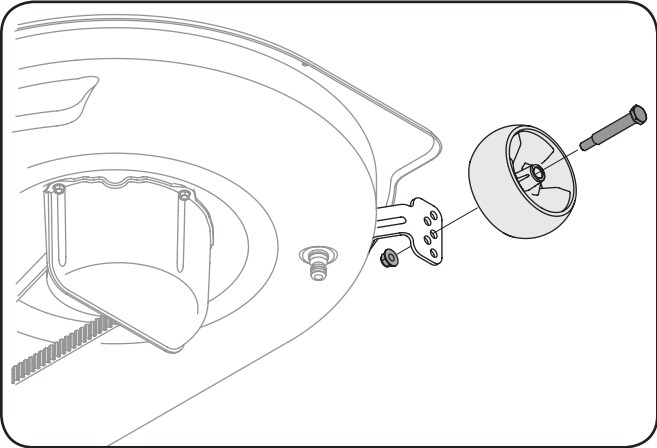

Figure 3-3
- b. Démontez les roues de guidage avant et arrière en enlevant les écrous de blocage et les vis à épaulement qui les retiennent sur le plateau de coupe. Voir la Figure 3-3.